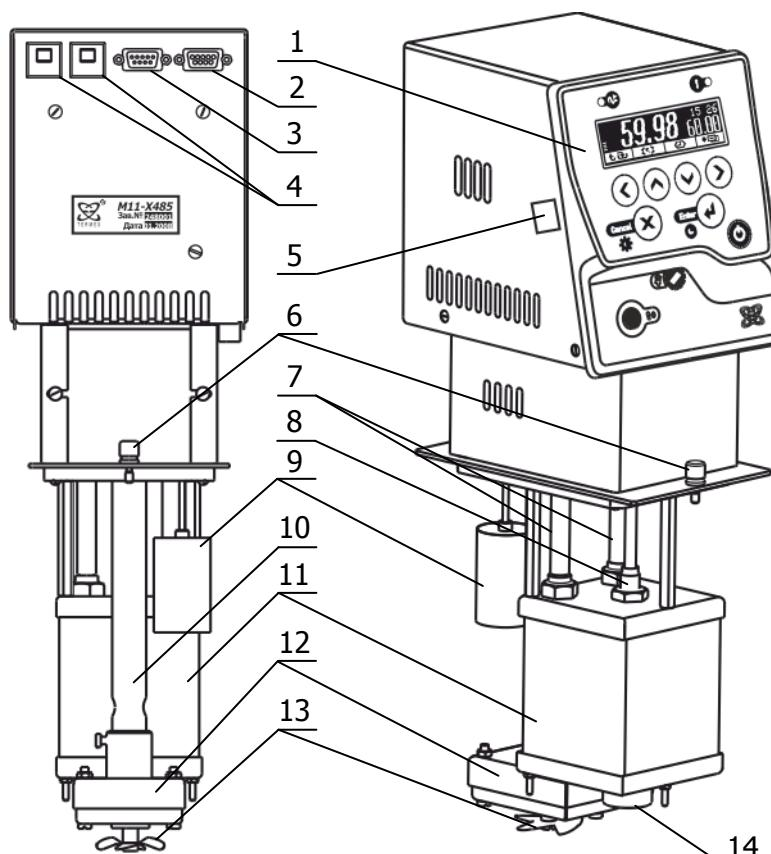

Рисунок 1 — Устройство блоков регулирования
1.4.2 Работа блоков регулирования заключается в поддержании заданной температуры потока теплоносителя, прокачиваемого насосом 12 через резервуар 11 (рисунок 1).
В процессе работы блоков регулирования на дисплее 15 отображается температура теплоносителя, значение уставки (задание), мощность нагрева, текущее время и дополнительная служебная информация. Установка режимов работы блоков регулирования осуществляется органами управления, расположенными на лицевой панели 1 (рисунок 1).
2.2.1 Установить блок регулирования на ванне так, как указано в руководстве по эксплуатации терmostата и закрепить винтами 9 (рисунок 1).